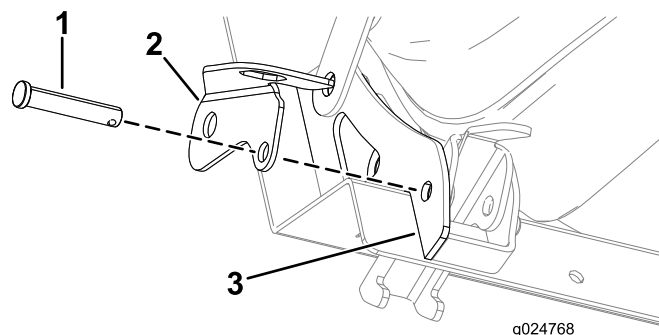

Figure 56
- Insérez partiellement l'axe de chape dans la patte de verrouillage (Figure 56).
- Passez la patte de verrouillage et l'axe de chape dans le trou du gousset extérieur du siège (Figure 56).